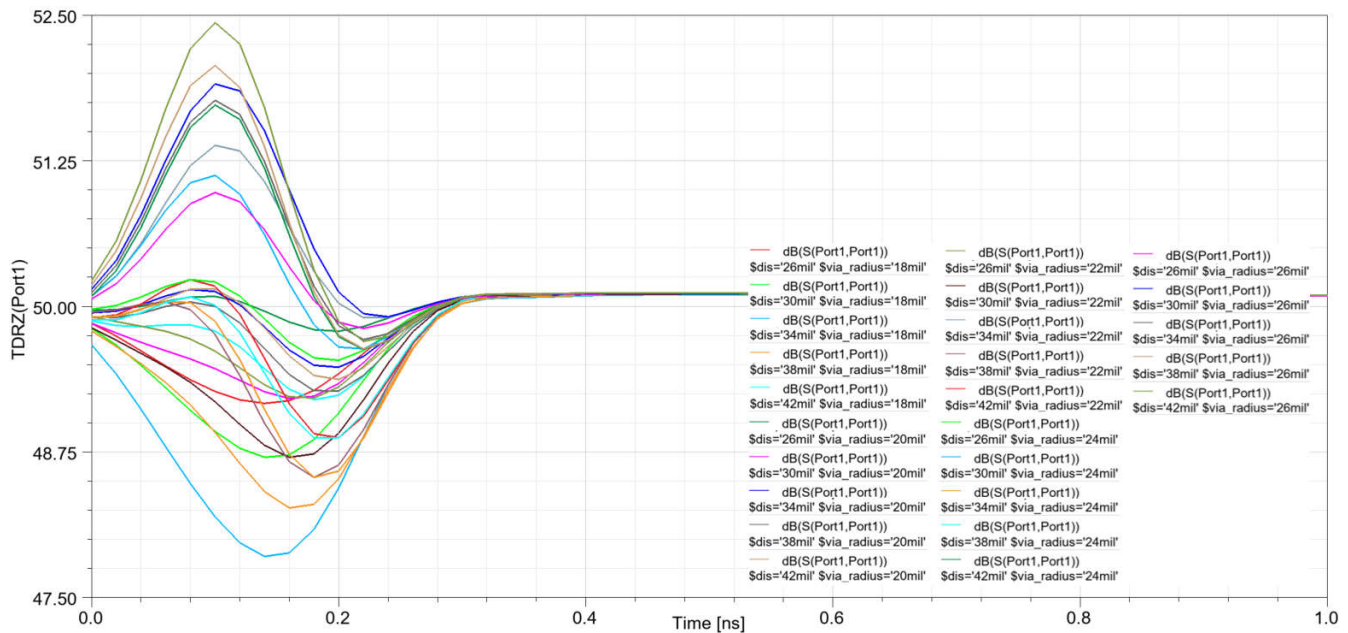

図 3-15. さまざまなアンチパッド サイズとグラウンド ビア間隔による TDR インピーダンス
- 図 3-15 は、異なるビア アンチパッド サイズとグラウンド ビアのピッチを参考として、TDR インピーダンス プロファイルを示しています。